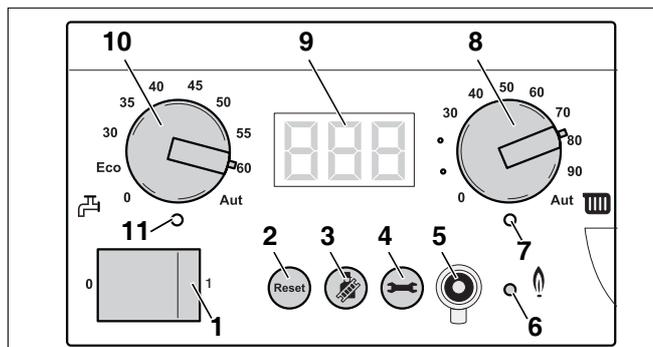

Fig. 64 Regolatore di base BC10
- Attivare l'impianto di riscaldamento agendo sull'interruttore generale del regolatore di base BC10 (fig. 64, **pos. 1**).
- Mantenere premuto il tasto "Spazzacamino" (fig. 64, **pos. 3**) (per circa due secondi), finché sia visualizzato il punto nella parte inferiore destra del display (fig. 64, **pos. 9**). Vedi tabella 9, „Prova di combustione“, pag. 39.
- Dopo l'accensione del LED "Bruciatore" (ON/OFF) (fig. 64, **pos. 6**) attendere un minuto, finché la caldaia funzioni a pieno carico.
- Premere il tasto "Indicazione servizio" (fig. 64, **pos. 4**) tante volte quanto necessario affinché sul display compaia l'indicazione della temperatura.
- Premere il tasto "Spazzacamino" (fig. 64, **pos. 3**) per concludere la misurazione. Vedi tabella 9, "Prova di combustione", pag. 39.
- Dopo l'accensione del LED "Bruciatore" (fig. 64, **pos. 6**) attendere un minuto, finché la caldaia funzioni a pieno carico.